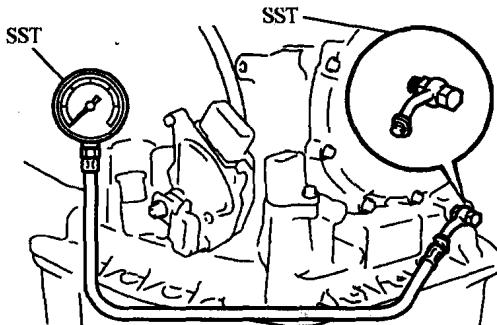

图 1-4 检测自动变速器油压
(3) 自动变速器油压测试 如图 1-4 所示, 使用专用油压表测量管路油压。接口位置因车而异, 低速时主油压通常控制在 0.3~0.8MPa, 高速时主油压通常控制在 1.2~1.4MPa, 倒挡时主油压通常控制在 1.6~1.8MPa, 具体数值请参阅原厂维修手册。
(4) 检查连接状况 检查自动变速器变速杆与手动阀摇臂之间的连接, 手动阀摇臂与手动阀之间的连接。
(5) 注意自动变速器油泵的驱动方式 自动变速器油泵一般是由液力变矩器驱动毂驱动的, 但也有的自动变速驱动桥的油泵布置得离液力变矩器较远而由驱动轴驱动, 如别克 4T65、马自达 626 等。如油泵损坏或油泵驱动轴断裂, 将导致汽车不能行驶。
(6) 其他检查 对于电控自动变速器, 还应注意检查挡位开关是否误指示空挡位置。